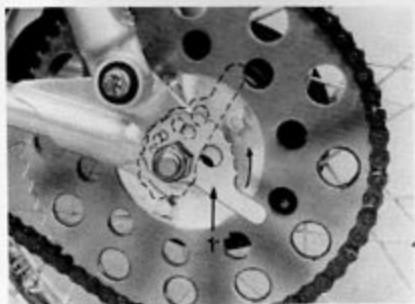

Fig. 24 - Catena
- Svitare i dadi perno ruota e allentare i due tendicatena (Fig. 24).